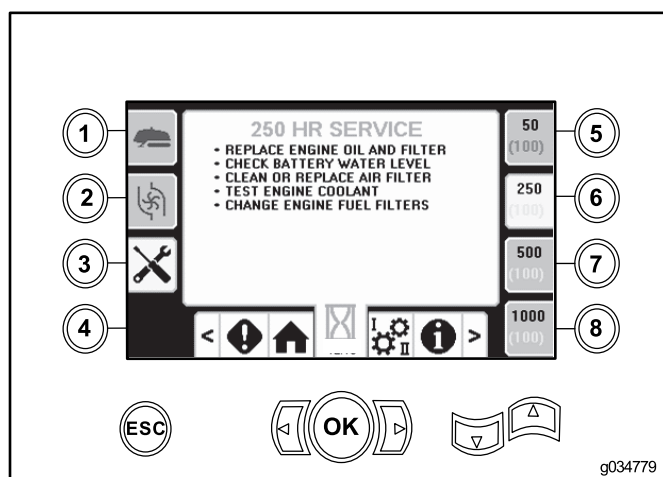

Рисунок 7
- Кнопка 6 — регламент технического обслуживания после наработки 250 часов (Рисунок 7)